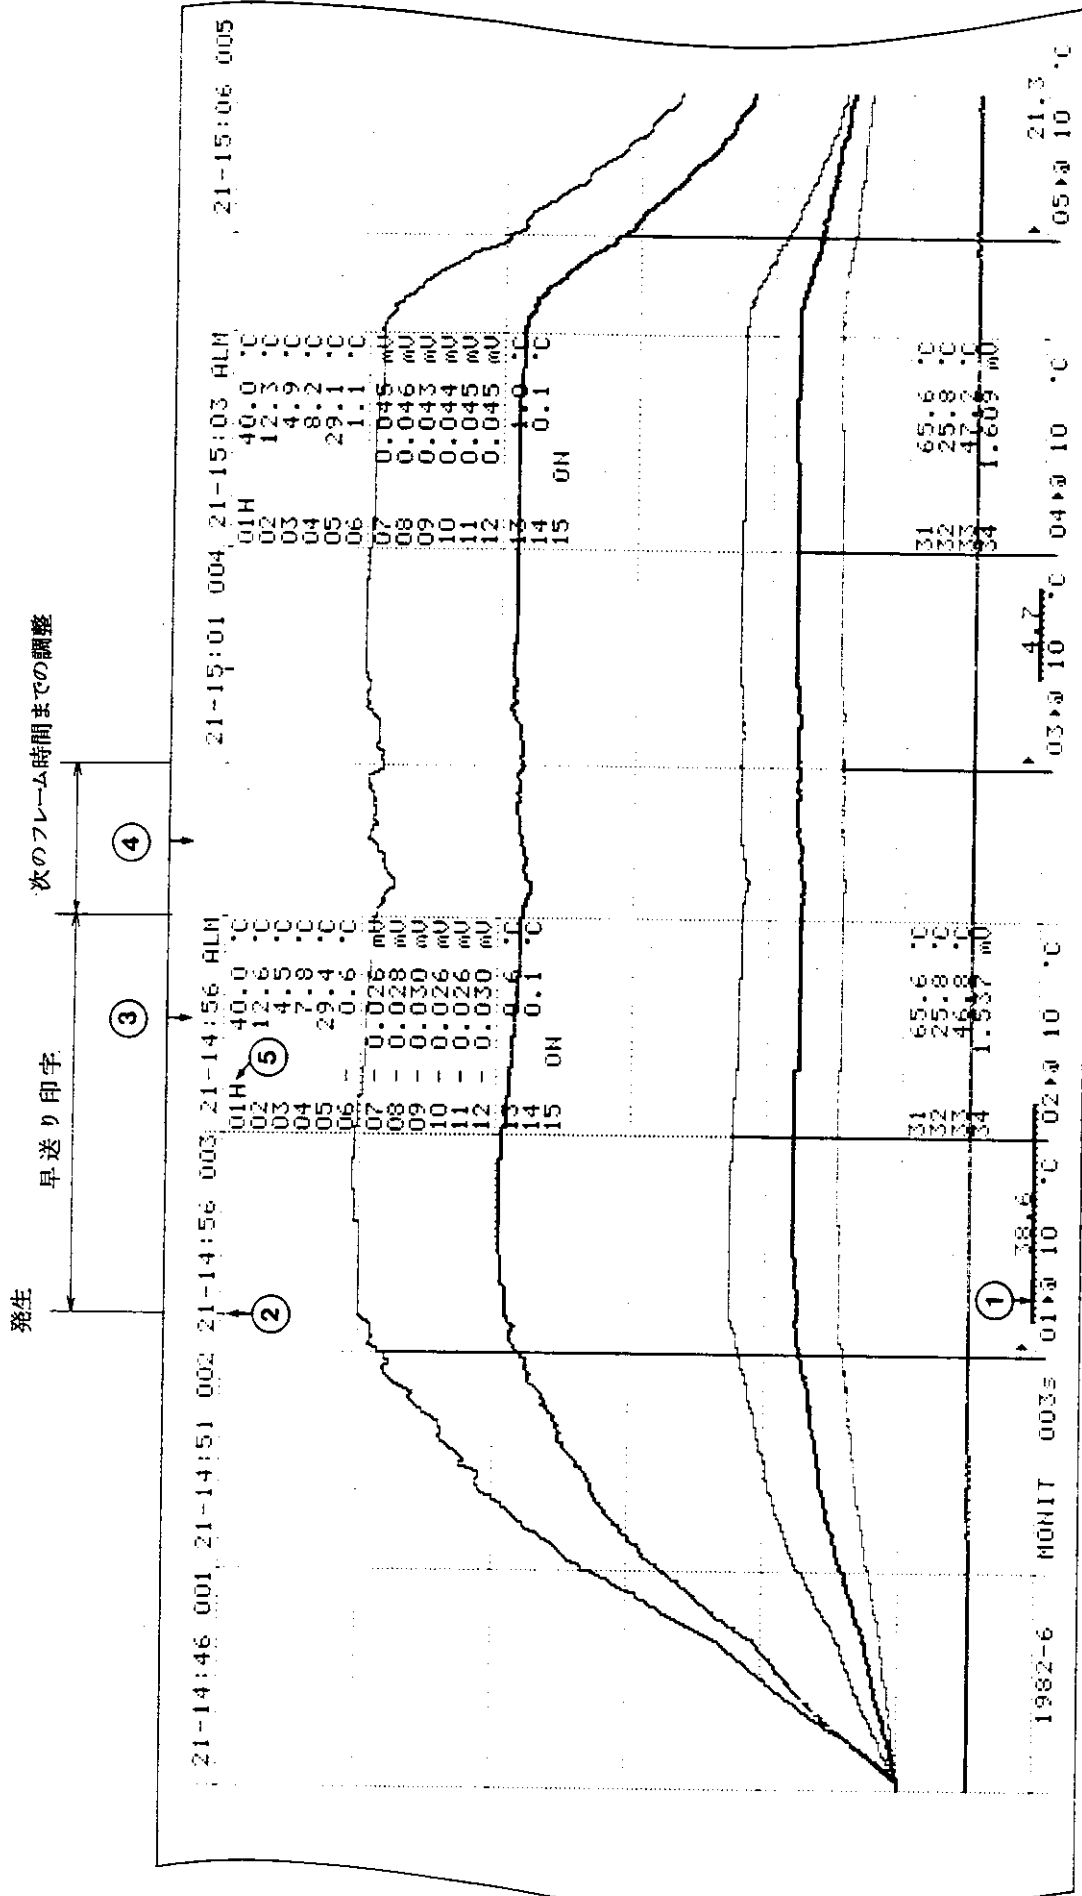

図 4-12 印字例 10 : モニタ・アラーム・モードの説明
[ 図 4-12, 13 ] にモニタ・アラーム・モードにおける印字例を示します。
- ① アラーム・マーク：アラームが継続して発生していることを示します。
- ② 新アラーム発生マーク：新しい要因によるアラームが発生したことを示し、また次のフレームにアラーム・データを印字するため、この時から早送り印字が行なわれていることも示します。
- ③ アラーム・データ：②の新アラーム発生マークで示されるモニタ・スキャンでアラームが発生し、その時のすべてのチャンネルのデータをデジタル記録しています。
- ④ 特殊フレーム：アラーム・データを印字した後、次のログ・スキャン時間までの時間調整フレームを示します。
- ⑤ アラーム発生チャンネルのデータ：[ 図 4-12 ] の例では、01 CH. で High アラームが発生したことを示しています。